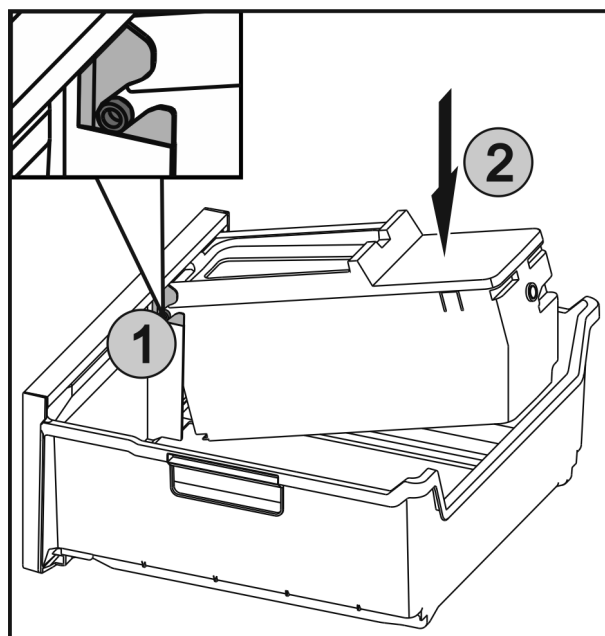

Fig. 70
- ▶ Вставити осі Fig. 70 (1) на EasyTwist-Ice у напрямні та натискати на задню сторону Fig. 70 (2) до фіксації накладки.